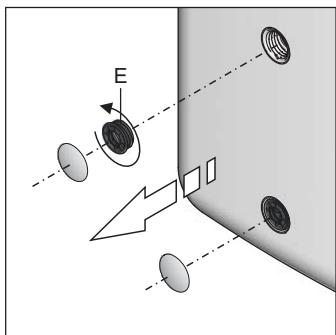

Fig. 6-4 Passos de trabalho 2 + 3
- Desmontar a tampa na pega e desenroscar o elemento roscado (fig. 6-4, item E) do depósito do acumulador.